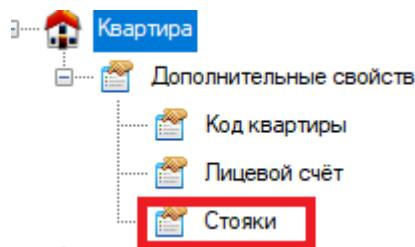

Рисунок 89. Дополнительные свойства квартиры
1. Выбираем в качестве критерия отбора количество стояков в квартире (рисунок 89).